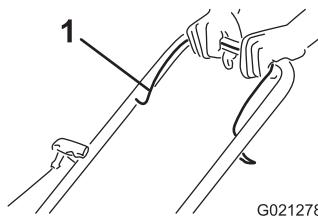

Figura 12
- Sujete la barra de control de las cuchillas (Figura 12) contra el manillar.